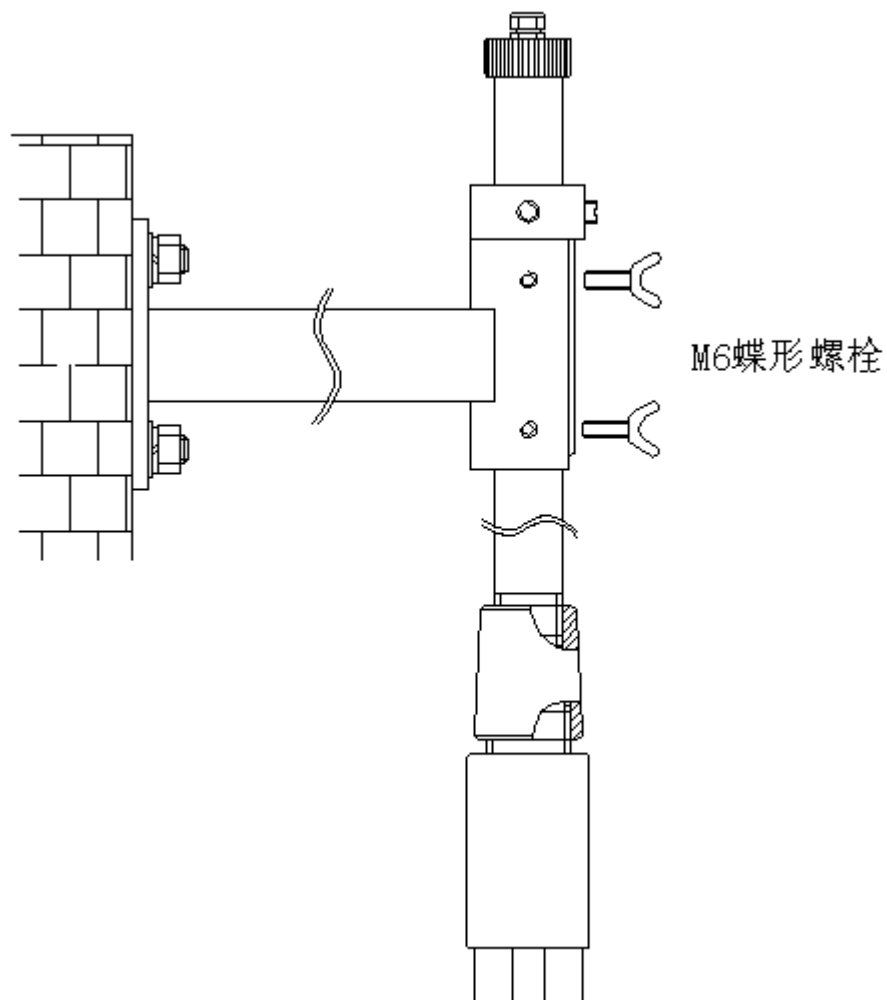

图 2-7 浸没式传感器安装示意图
3、将安装好的传感器安装管装入安装在池壁上的支架上，并用两个蝶形螺栓固定，传感器的浸没式安装完成后如图 2-7 所示：